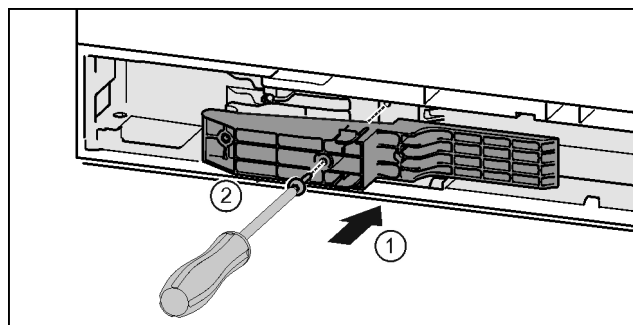

Fig. 45 *
- ▶ Placer l'adaptateur dans la fente sur le côté de la poignée. Fig. 45 (1)*
- ▶ Serrer les vis avec un tournevis T15. Fig. 45 (2)*